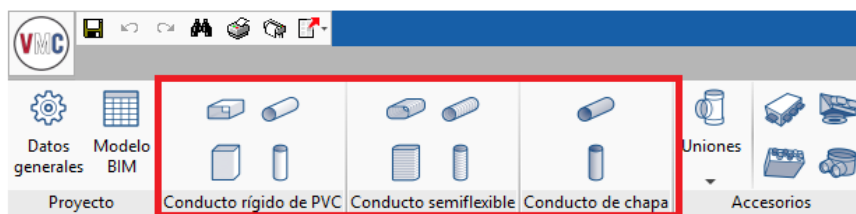

Figura 5-1 Introducción de conductos
4. Seleccionar el botón de conducto vertical deseado (ver Figura 5-1).